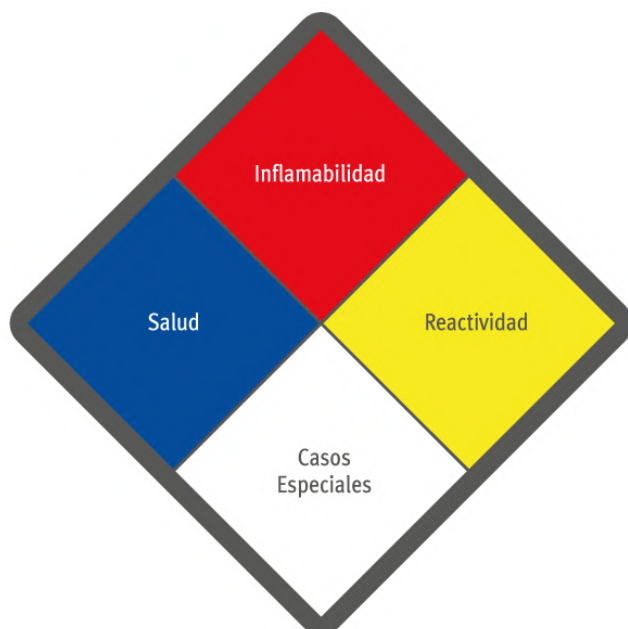

Ilustración 24.
- El Código NFPA 704 establece un sistema de identificación de riesgos para que, en un eventual incendio o emergencia, las personas potencialmente afectadas puedan reconocer los riesgos de los materiales respecto del fuego, aunque éstos no resulten evidentes. Este código ha sido creado para la utilización específica de los cuerpos de bomberos y es llamado también Diamante de Materiales Peligrosos. El sistema utiliza un símbolo en forma de diamante, dividido en cuatro cuadrantes de diferentes colores, cada uno representando un tipo específico de riesgo (Ver Ilustración 24).